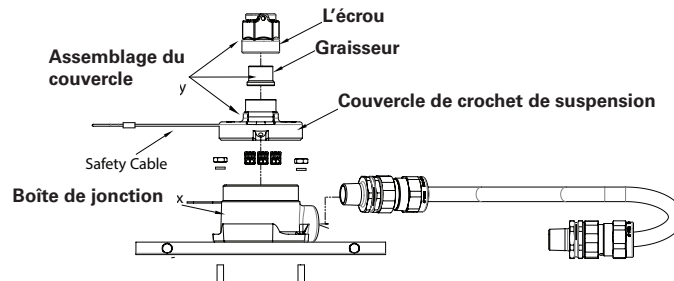

Figure 11
- Retirer le couvercle du crochet de suspension de la boîte de jonction (voir la figure 11).